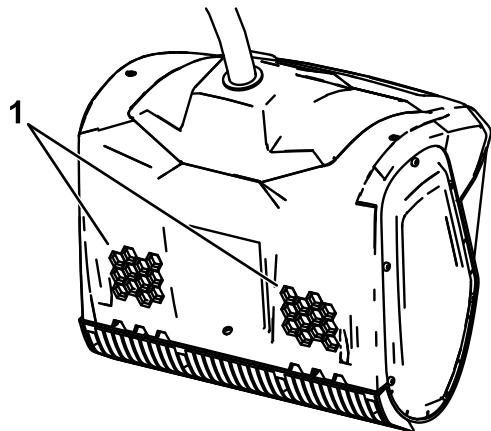

Figura 7
1. Accertatevi che gli sfatoi sulla parte posteriore della macchina siano privi di neve o ghiaccio (Figura 7).